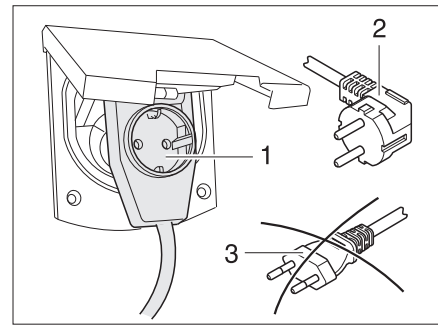

Bild 197 Anschluss an eine Winkelkupplung mit Steckdose
- ▶ Bei Verwendung einer CEE 17 Winkelkupplung mit rückseitig eingebauter Steckdose (Bild 197,1) nur einen gummiierten und versiegelten IP 44 Stecker mit Schutzkontakt (Bild 197,2) verwenden. Keine Stecker ohne Schutzkontakt (Bild 197,3) verwenden. Gefahr eines Stromschlages!